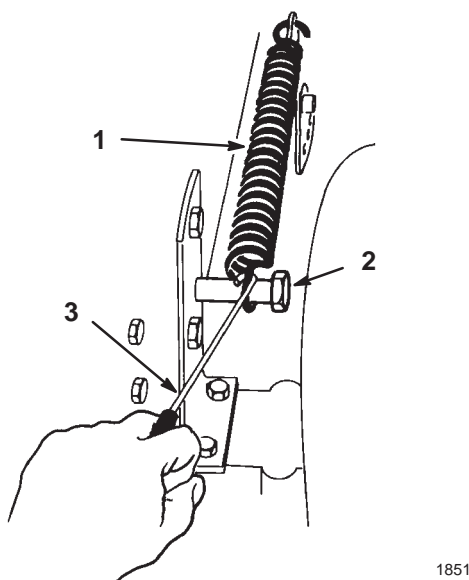

Bild 7
6. Nehmen Sie die hubgestützte Feder zwischen der Hubhalterung rechts am Mähwerk und die Befestigungsschraube ab (Bild 7).